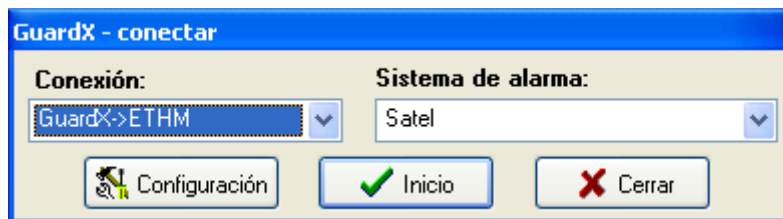
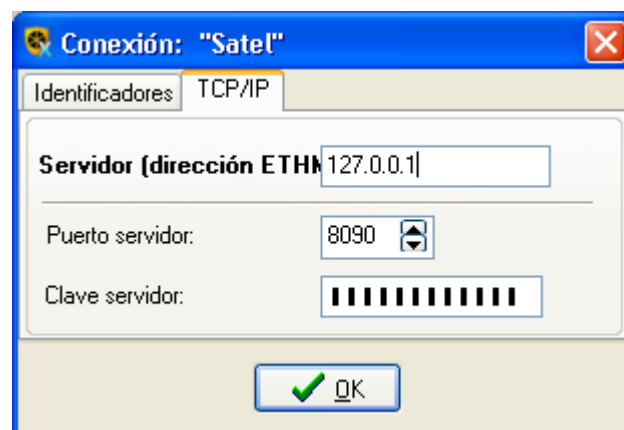

Fig. 11. Programa GUARDX: ventana de inicio.
Fig. 12. Programa GUARDX: parámetros de comunicación mediante la red Ethernet.
En la ventana de inicio del programa GUARDX (fig. 11) hacer clic sobre el botón “Configuración”. Se abrirá una ventana donde en la pestaña “TCP/IP” (fig. 12), es preciso programar:
1. En la ventana de inicio, en el campo “Conexión” seleccionar “GuardX -> ETHM” (fig. 11), y después hacer clic sobre el botón “Start”.